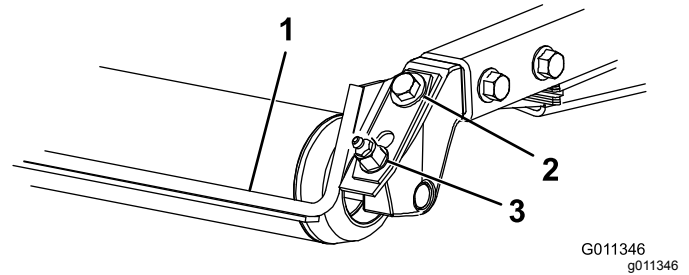

Bild 3
1. Lösen Sie die Schmiernippel und Befestigungsschraube (Bild 3).